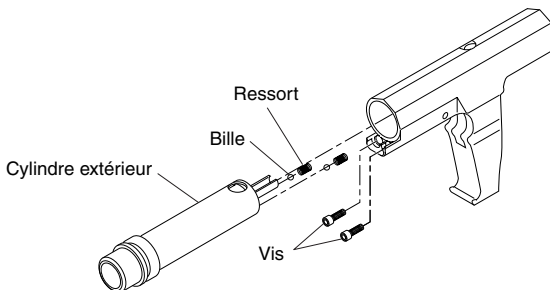

Figure 9 - Retrait du cylindre du corps de l'outil
1. Replacer les deux billes et les deux ressorts à l'extrémité du cylindre (Figure 9, page 77).